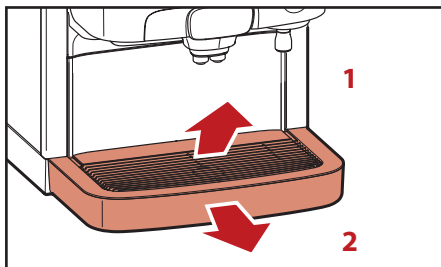

Abb. 5.1- Tassentrage & Tropfschale entnehmen
1. Entnehmen Sie die Tassentrage (Abb. 5.1, 1).
2. Entnehmen Sie die Tropfschale (Abb. 5.1, 2).